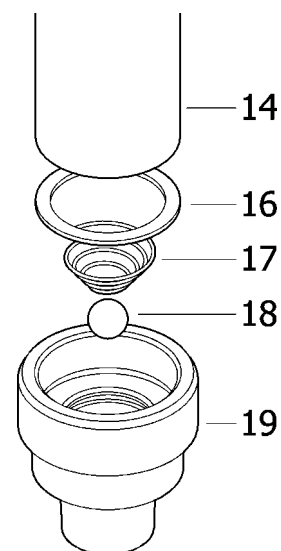

Fig. 4
1. Unscrew the foot valve body (19) from the pump tube (14) and remove the spring (17) and the ball (18). Clean the ball (18) and the ball seat in the body (19) carefully (fig. 4).
1. Desenroscar el cuerpo válvula de pie (19) del tubo bomba (14), quitar el muelle (17) y limpiar la bola (18) y el asiento de la bola en el cuerpo (19), sin rayar el aluminio (fig. 4).
1. Séparer le corps du clapet de pied (19) du tube de la pompe (14), retirer le ressort (17) et nettoyer la boule qui se trouve dans le corps (19) en prenant soin de ne pas rayer la partie en aluminium. (Fig.4).